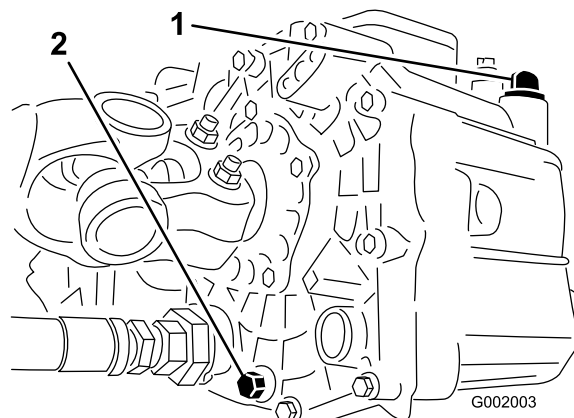

Figura 67
3. Togliete la valvola di spurgo situata sul fianco del serbatoio e lasciate defluire il fluido idraulico nella bacinella. (Figura 67).